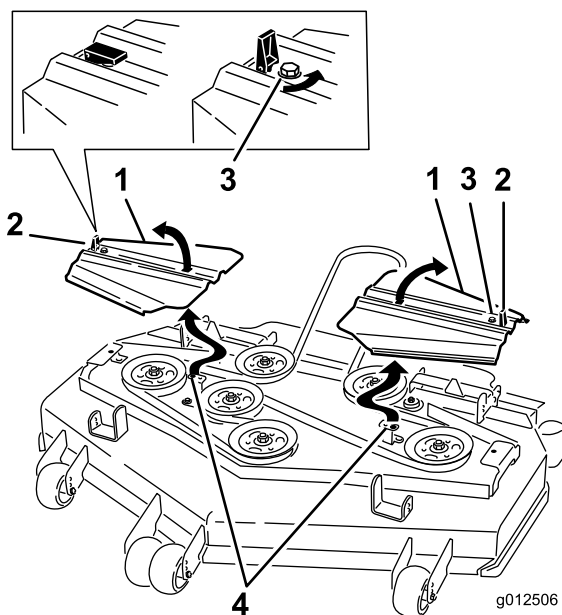

Figura 90
14. Coloque as coberturas da correia com as patilhas nas ranhuras. Instale os parafusos e feche os trincos (Figura 90).